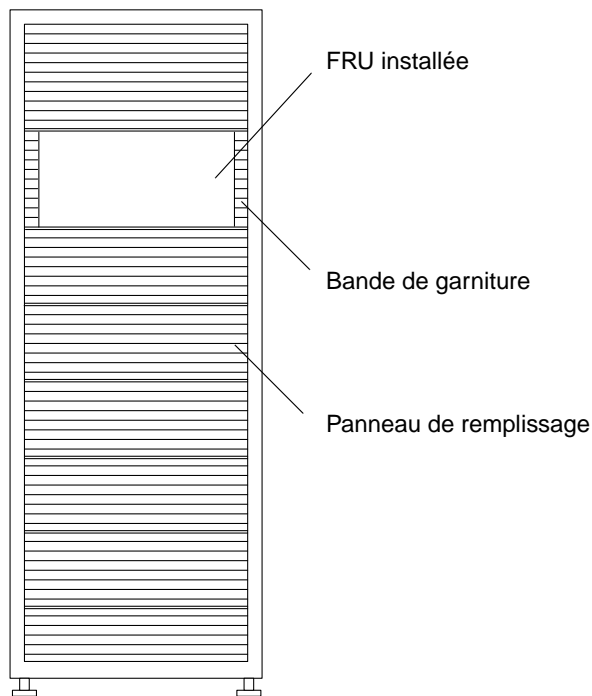

FIGURE 8-5 Emplacement des panneaux de remplissage et des bandes de garniture
**5. Retirez le panneau de remplissage qui recouvre l'espace dans lequel vous allez installer la FRU (FIGURE 8-5).**
**9. Installation des bandes de garniture (FIGURE 8-5).**
**3. Retirez les bandes de garniture situées sur les côtés des FRU (FIGURE 8-5).**
**6. Si vous ne réinstallez pas de FRU, veillez à installer un panneau de remplissage sur l'emplacement précédemment occupé (FIGURE 8-5).**